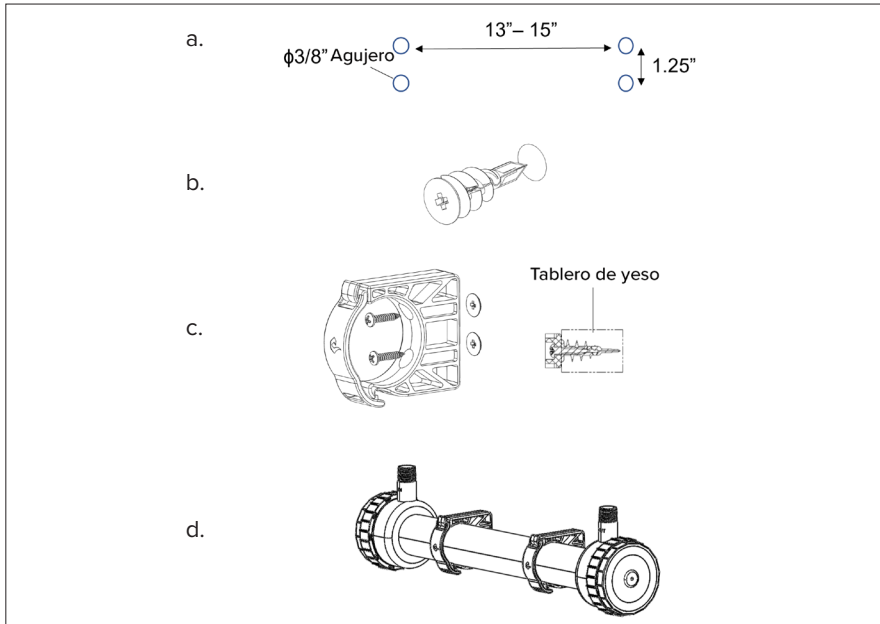

Figura 4: Montaje del Reactor
- Como se muestra en la **FIGURA 4**, localice la ubicación deseada del reactor y utilice una broca de 3/8 pulg. broca de 3/8" para taladrar 4 orificios (2 orificios para cada abrazadera) en los puntos deseados de la pared para montar las abrazaderas.